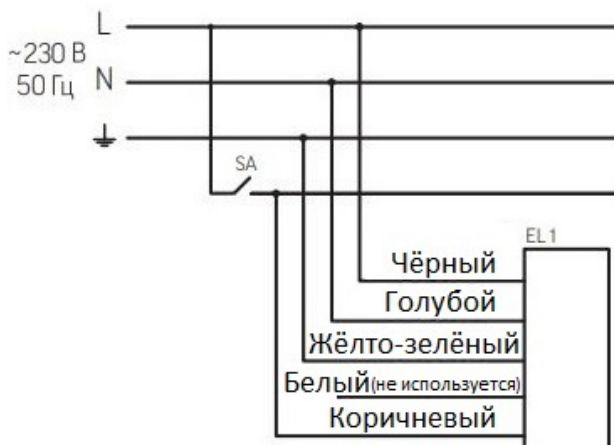

Рис.1
- Заранее отключив питающую сеть, подключить св-к к сети через сетевой провод (см. схему подключения, Рисунок 1);